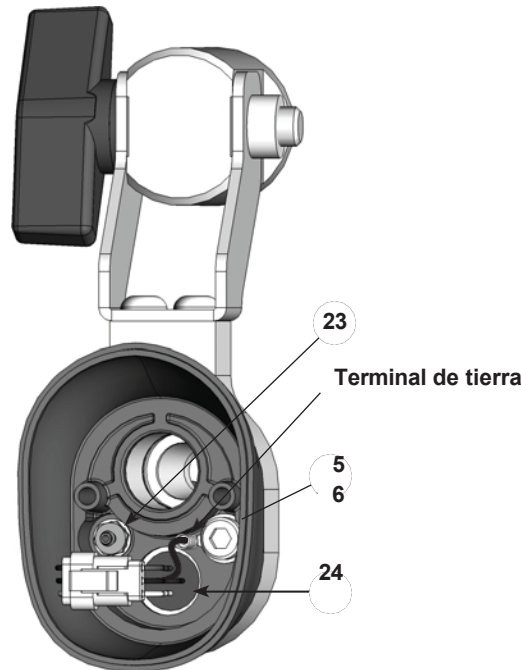

Figura 7-3 Desmontaje del « » de la pistola- Sustitución del receptáculo del cable y del accesorio con espiga
5. Inserte un destornillador pequeño de punta plana en la ranura de los conectores del arnés y separe el arnés del receptáculo (24) del arnés de la fuente de alimentación.
6. Véase la figura 7-3. Desconecte el tubo de lavado de aire limpio del racor dentado (23) dentro de la carrocería trasera.
- a. Véase la figura 7-3. Utilice una llave hexagonal de 4 mm para quitar el tornillo de cabeza hexagonal (25) y la arandela (26), y desconecte el terminal de tierra.
- g. Véase la figura 7-3. Conecte el terminal de tierra a la tapa del extremo con el tornillo de cabeza hexagonal y la arandela (25, 26).
16. Véase la figura 7-3. Conecte el tubo de lavado de aire al racor dentado y el arnés de alimentación suministro de aire al arnés del receptáculo del cable.